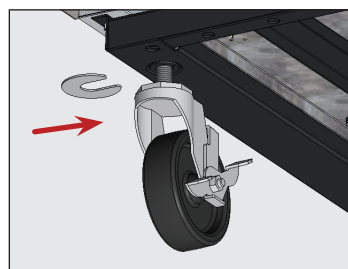

Fig. 9. Inserte la(s) cuña(s) de la ruedecilla. Asegúrese de apretar el vástago de la ruedecilla.
5. En el extremo inferior del equipo, afloje el perno de las ruedecillas lo suficiente como para deslizar las cuñas de las ruedecillas entre el cojinete de las ruedecillas y el riel inferior del equipo. Consulte la fig. 9.
6. Coloque la cantidad de cuñas deseada. Consulte la fig. 9.